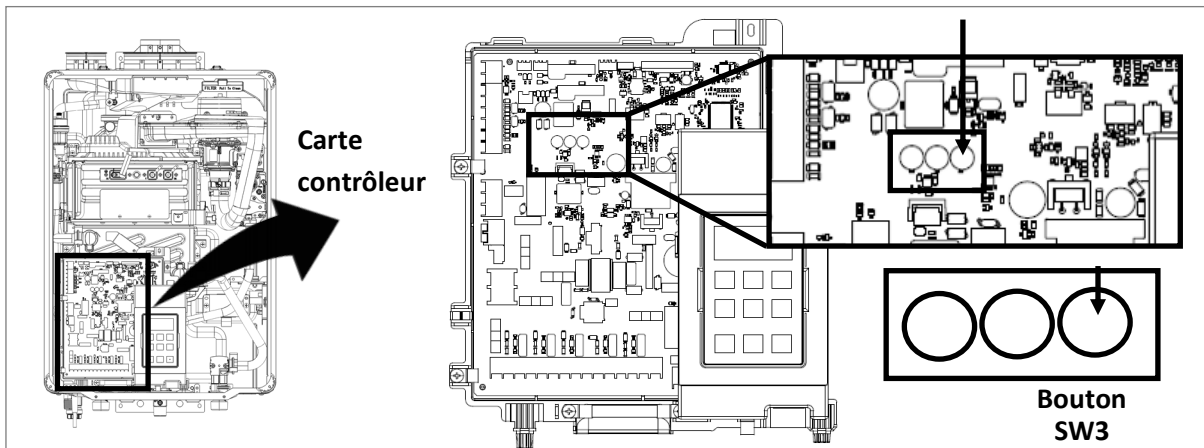
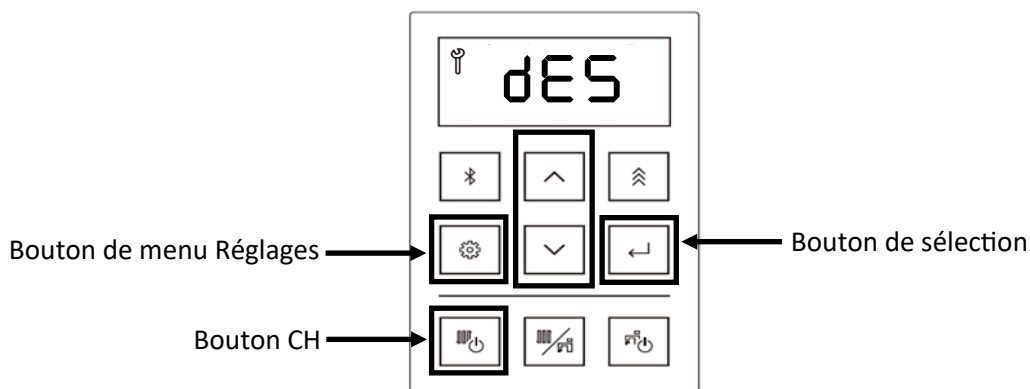

Figure 127
Figure 128
4. Appuyer sur le bouton SW3 de la carte contrôleur (figure 127).
5. Appuyer sur la touche fléchée haut ou bas du contrôleur pour sélectionner dES (détartrage) (figure 128).
6. Appuyer sur la touche de sélection pour sélectionner dES (figure 128).
7. S'assurer que les vannes et les tuyaux sont placés comme indiqué en page précédente. Ensuite, actionner la pompe et laisser le produit de nettoyage circuler dans la chaudière pendant au moins une (1) heure à un débit de 4 gallons/minute (15 litres par minute).
8. Appuyer sur la touche CH (chauffage central) pour démarrer le compte à rebours (figure 128).
Remarque: Si vous devez annuler cette procédure, vous pouvez appuyer sur le bouton Menu Paramètres du contrôleur (figure 128), ou sur le bouton SW3 de la carte contrôleur (figure 127).